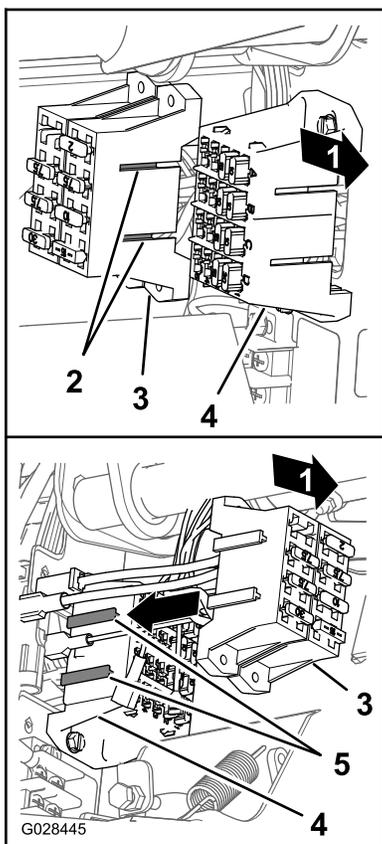

Рисунок 24
6. Совместите Т-образные выступы блока предохранителей опрыскивателя с Т-образными пазами блока предохранителей автомобиля и вставьте блок предохранителей опрыскивателя в пазы до его полной посадки (Рисунок 24).